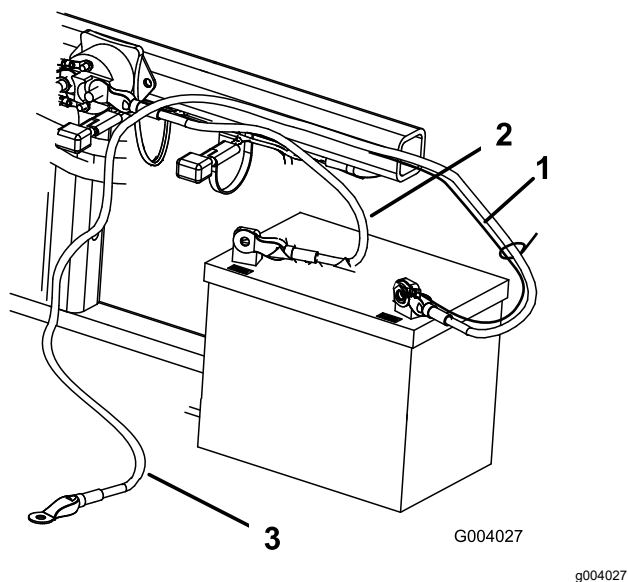

図 6
- ボルト $\frac{1}{4} \times \frac{5}{8}$ " とロックナットで、赤いプラス+ケーブルをバッテリーのプラス+端子に固定する (図 6)。
3. ボルト $\frac{1}{4} \times \frac{5}{8}$ "とロックナット $\frac{1}{4}$ "で、細い黒ワイヤと黒いマイナスケーブルをバッテリーのマイナス端子に固定する図 6。